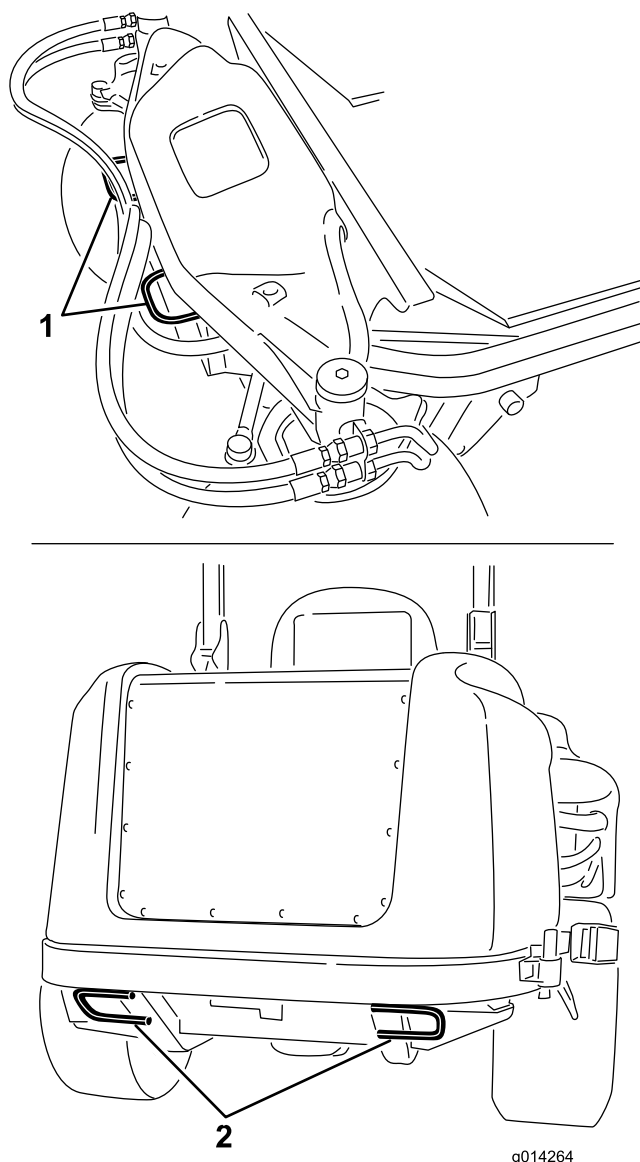

図 36
- ・ （また、トレーラやトラックに機械を載せて運搬する場合には、地域の交通規則にしたがって、ロープ、チェーン、ケーブルなどで確実に機体を固定してください（図 36）。